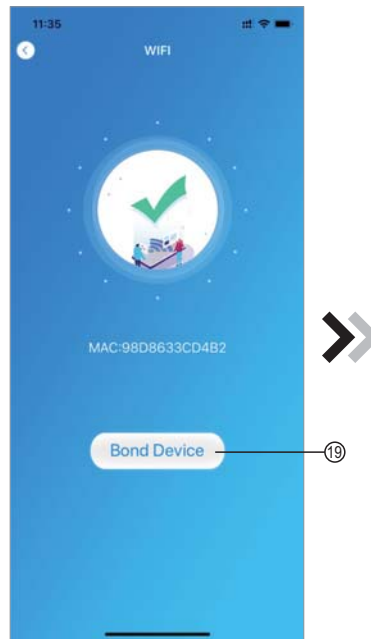

Fig.14 Interface du dispositif de liaison
4. Retourner la page pour configurer l'interface réseau (Fig. 14), cliquer ①⑥ pour rejoindre le réseau WLAN, cliquer ①⑦ pour annuler, cliquer ①⑧ pour tourner la page suivante (Fig. 13); cliquer ①⑨ pour relier le dispositif (Fig. 14);